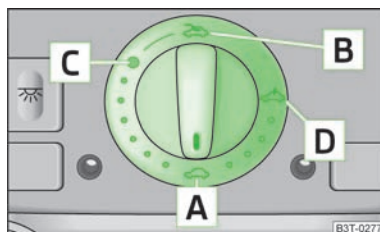

Fig. 27
Le toit ouvrant coulissant/relevable électrique est commandé au moyen du bouton rotatif » fig. 27 et fonctionne uniquement si le contact est mis. Le bouton rotatif possède plusieurs positions.
- Faites tourner le sélecteur sur la position [C] » fig. 27.
➤ Faites tourner le sélecteur sur la position **A** » fig. 27.
Le toit ouvrant coulissant/relevable est équipé d'un dispositif de limitation de pression. Le toit ouvrant coulissant/relevable s'arrête et s'ouvre complètement si un obstacle (de la glace par ex.) empêche sa fermeture. Vous pouvez fermer complètement le toit ouvrant/relevable sans dispositif de limitation de la force exercée en poussant vers l'avant le sélecteur en position **A** » fig. 27 jusqu'à ce que le toit soit complètement fermé » **I**.
Après chaque actionnement de secours, le toit ouvrant coulissant/relevable doit être remis sur sa position initiale. Vous devez donc amener le sélecteur sur la position **A** » fig. 27 et le maintenir appuyé vers l'avant pendant 10 secondes environ.